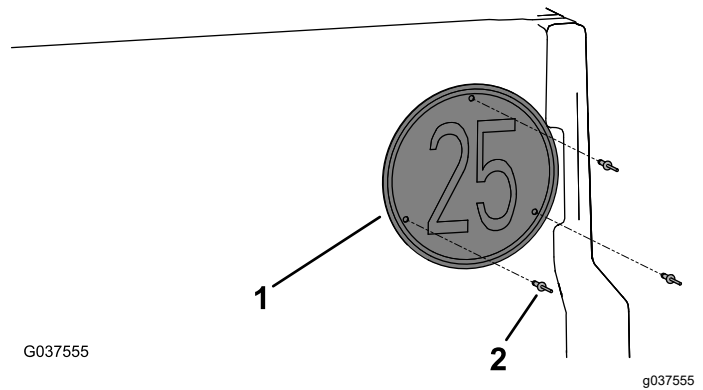

Bild 18
4. Befestigen Sie das Geschwindigkeitsschild an der Heckklappe mit drei Blindnieten (3/16" x 15/16"), wie in Bild 18 abgebildet.